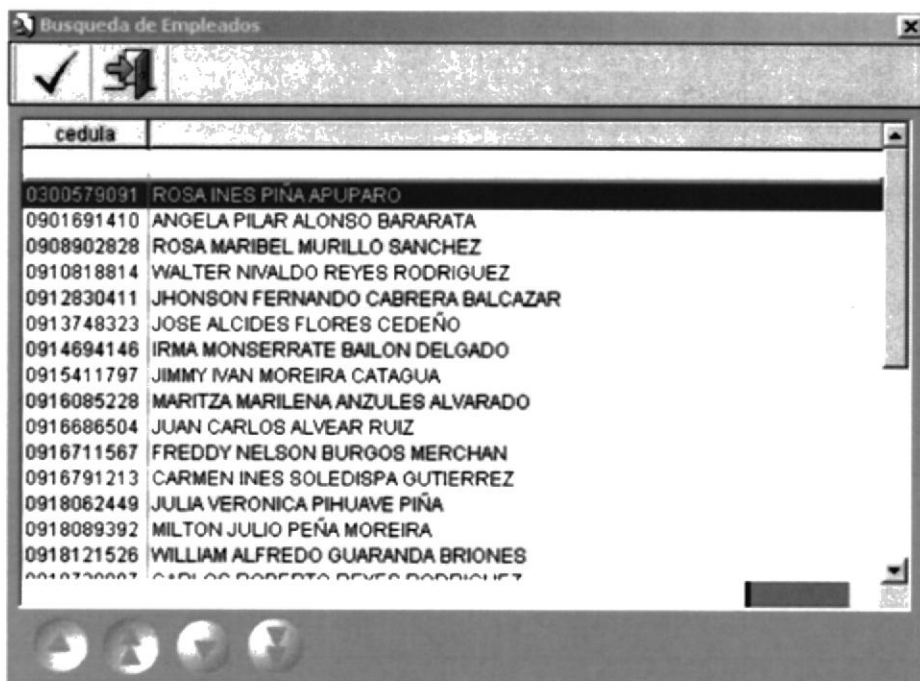

Figura 10.37 Listado de Empleados Baja de Almacén de Medios
11. Luego de clic en el botón de búsqueda  de revisado por y luego aparecerá un listado igual al de la figura 10.37.